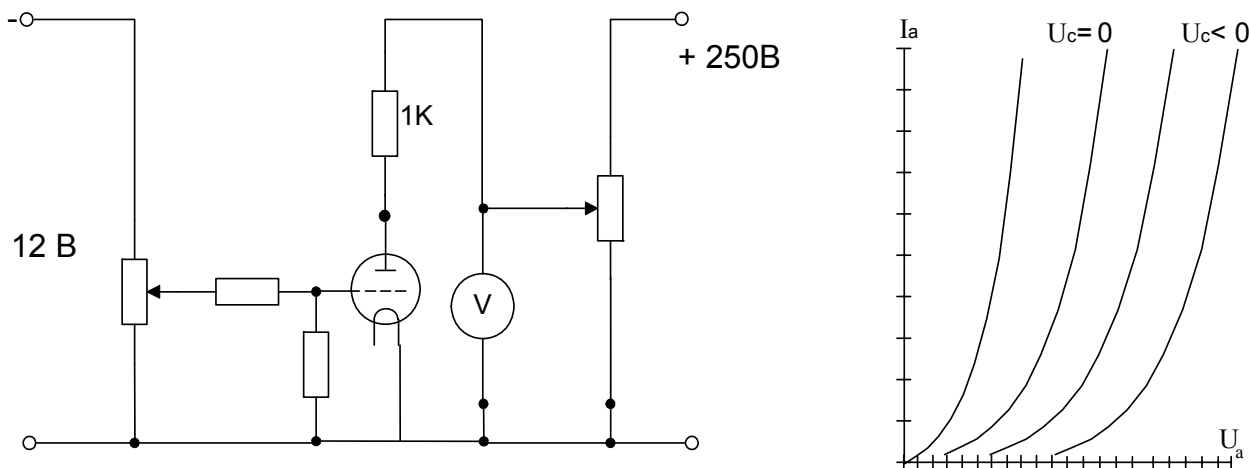

Рисунок 1.1 – Схема для зняття ВАХ електронно-вакуумного триода
1. На універсальному лабораторному стенді зібрати схему (див. рис. 1.1) для зняття вольт-амперних характеристик (ВАХ) електронно-вакуумного триода.